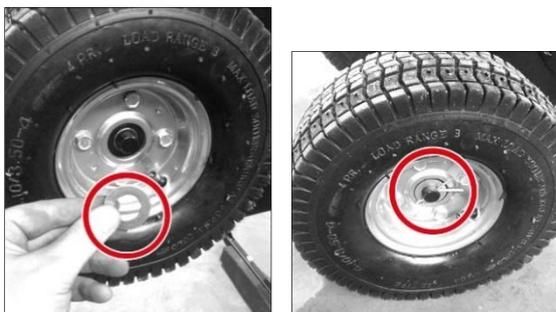

Bild 1, Räder montieren Bild 2, Räder montieren
2. Rad mit der Nabe über die Achse schieben. Rad mit einer Unterlegscheibe (Bild 1) und einem Splint (Bild 2) sichern.